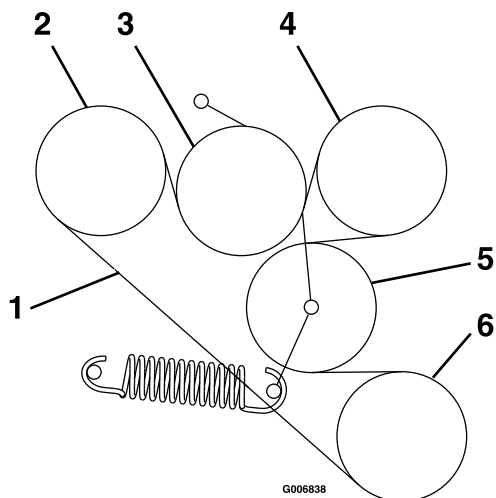

Figura 62
6. Encaminhe a nova correia para as polias como se mostra no autocolante localizado na parte de trás do resguardo da unidade esquerda (Figura 62).